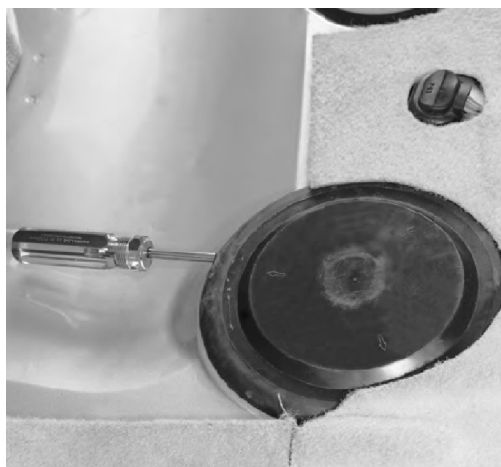

图 18-7 拨开燃油泵堵盖
3) 用一字螺钉旋具从边缘轻轻拨开燃油泵堵盖（右侧较大的堵盖），如图 18-7 所示。